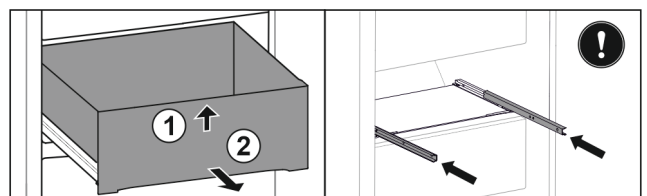

Fig. 141
- ▶ Levante el cajón por delante. Fig. 141 (1)
- ▶ Extraiga el cajón hacia delante. Fig. 141 (2)